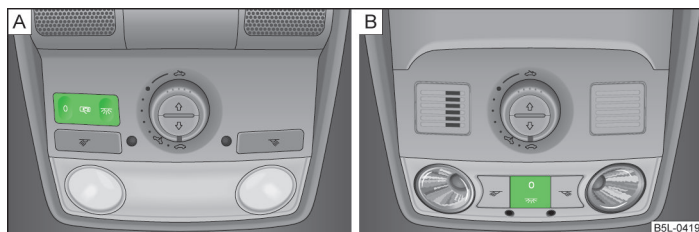

Fig. 31 Luce abitacolo anteriore
► Premere l'interruttore » fig. 31 nell'area del simbolo .
► Premere l'interruttore » fig. 31 nell'area del simbolo **O**.
► Portare l'interruttore in posizione centrale. Per i veicoli senza antifurto volumetrico la posizione centrale è contraddistinta dal simbolo  » fig. 31-A.